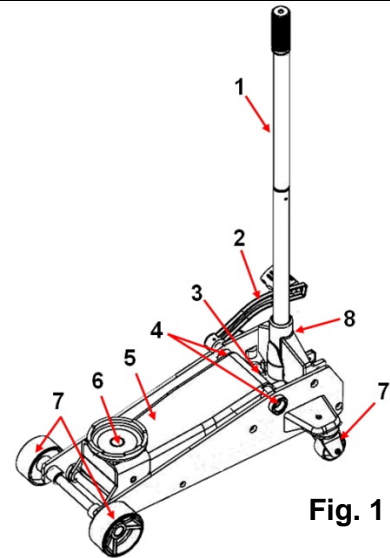

Fig. 1
2. Para realizar este paso, consulte la Imagen 1. Retire el tornillo (9) que se encuentra en una de las piezas de la palanca de bombeo. Fije ambas partes de la palanca de bombeo (1 y 2) de manera que queden alineados los orificios de ambas partes. Vuelva a colocar los tornillos (9) y apriételos.